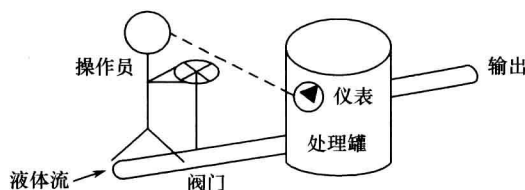

图 1-3
【1-5】(华中科技大学 2004 年考研试题) 如图 1-3 所示是一个阀门的人工控制系统原理示意图。操作员根据仪表显示的液体浓度来调节阀门, 达到控制处理罐输出液体浓度目的。(1) 该系统是开环控制还是闭环控制系统? (2) 画出系统的控制方框图 (方框内可用文字说明), 并指出什么是输入量, 什么是输出量; (3) 为了实现自动控制功能。请用某些装置构成控制器来取代人的操作最终构成阀门自动控制系统 (用控制方框图说明)。